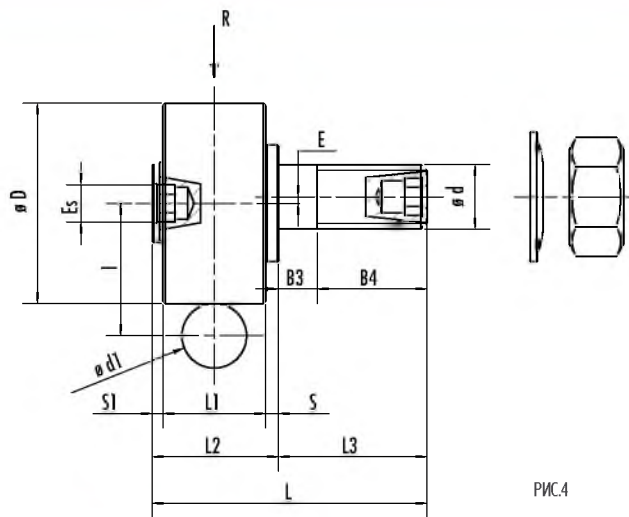

РИС.4
**ЦИЛИНДРИЧЕСКИЕ РОЛИКИ РИС. 4**